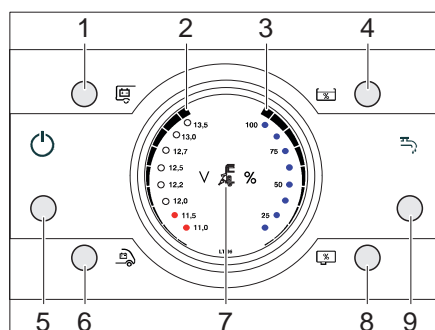

Fig. 171 Pannello di controllo LT 96
La spia di controllo 230 V (Fig. 171,7) si accende quando all'ingresso della centralina elettrica è presente una tensione di rete.
L'interruttore principale 12 V (Fig. 171,1) inserisce o disinserisce il pannello di controllo e l'alimentazione a 12 V dell'abitacolo.
- Premere brevemente il tasto interruttore principale 12 V (Fig. 171,1).
Con i tasti della batteria dell'abitacolo (Fig. 171,1) e della batteria di avviamento (Fig. 171,6) si visualizza lo stato di carica delle batterie.
- Premere il tasto della batteria dell'abitacolo (Fig. 171,1).
- Viene indicata la carica della batteria (Fig. 171,2).
- Premere il tasto della batteria di avviamento (Fig. 171,6).
Con i tasti livello di riempimento serbatoio dell'acqua (Fig. 171,4) e livello di riempimento serbatoio delle acque grigie (Fig. 171,8) si visualizzano la quantità d'acqua e la quantità di acque grigie.
- Premere il tasto livello di riempimento serbatoio dell'acqua (Fig. 171,4).
- Viene indicato il livello del serbatoio dell'acqua (Fig. 171,3).
- Premere il tasto livello di riempimento serbatoio delle acque grigie (Fig. 171,8).
- Viene indicato il livello del serbatoio delle acque grigie (Fig. 171,3).
Con il tasto pompa dell'acqua ON / OFF (Fig. 171,9) si può attivare o disattivare la pompa dell'acqua. La reale accensione della pompa dell'acqua avviene quando si apre un rubinetto dell'acqua con pompa dell'acqua attivata. Se è disattivata, la pompa dell'acqua rimane spenta anche se si apre un rubinetto dell'acqua.
- Premere brevemente il tasto pompa dell'acqua ON / OFF (Fig. 171,9).
Il LED "11,0 V" nell'indicatore (Fig. 171,2) inizia a lampeggiare non appena la tensione della batteria scende al di sotto di 11 V (misurazione durante il normale esercizio), con conseguente rischio che la batteria si scarichi totalmente.